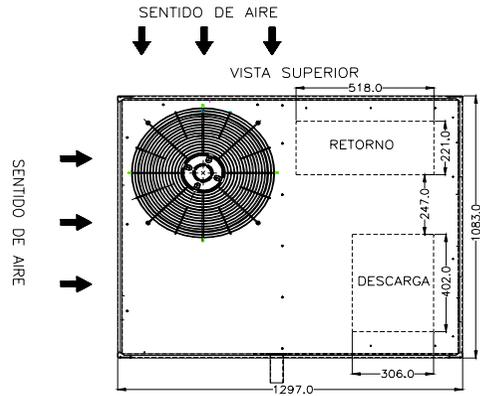

Fig. 9 – Aberturas para Conducto de Inyección y Retorno Vertical
2. Remover los paneles que cierran las aberturas de suministro y retorno de aire situadas en el piso de la unidad (Fig.9).
2. Retire la cubierta del conducto de retorno ubicado en el panel rompiendo las etiquetas de conexión con un destornillador y un martillo (Fig. 9).